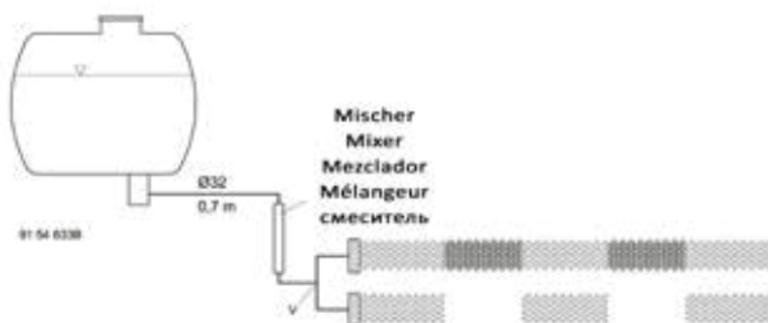

Fig. 1
- **Pompe à soufflet (Fig. 1 + 3):** Aucun piston caché, fonctionnant dans les cylindres d'extraction comme il s'agit d'un système sans joints.
Lors de l'ouverture d'un deuxième élément d'application - p.ex. lors de la création des combinaisons de lignes illustrées à la fig.1 - il faut deux fois plus de quantité de produit. Cependant, cela ne se produit pas lorsqu'un réservoir sous pression est utilisé, comme le confirment les résultats de mesure d'un essai simple (voir fig.1 + 2).